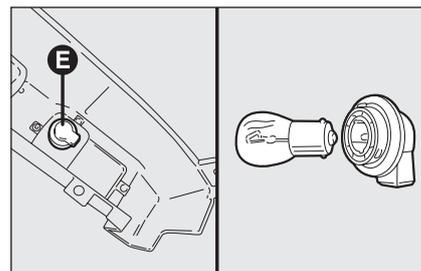

fig. 30d
- faire tourner la douille E dans le sens antihoraire (1/8 de tour), extraire l'ampoule à baïonnette en la pinçant légèrement et la faire tourner dans le sens antihoraire, ensuite la remplacer fig. 30d.